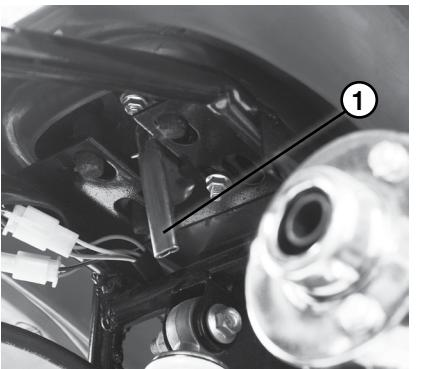

Рис.9 Замок седла
**Замок седла (рис. 9).**
Для открывания подседельного отсека необходимо потянуть за рычаг, расположенный под задней частью седла (рис. 9, поз. 1) и поднять седло. Для закрывания подседельного отсека необходимо ввести передние зацепы корпуса седла под поперечину рамы и нажать на его заднюю часть до щелчка. Попробуйте приподнять его снова, чтобы убедиться, что замок надежно заперт.